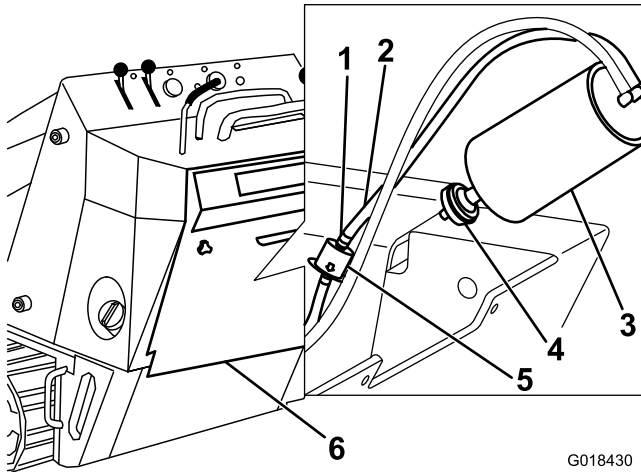

Figura 34
3. Togliete il filtro dell'aria e gettatelo (Figura 34).
4. Montate un nuovo filtro sul canister a carboni attivi (Figura 34).
3. Spostate le fascette stringitubo a molla su entrambi i lati del filtro della linea di spurgo del canister a carboni attivi lontano dal filtro (Figura 34).
4. Togliete il filtro della linea di spurgo e gettatelo (Figura 34).
5. Montate un nuovo filtro nel flessibile con la freccia del filtro rivolta nella direzione opposta al canister a carboni attivi e fissatelo con le fascette stringitubo (Figura 34).